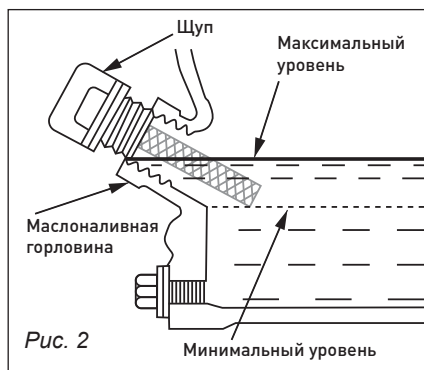

Рис. 2
2. Открутите одну из пробок горловины для заливки масла в картер (рис. 2).